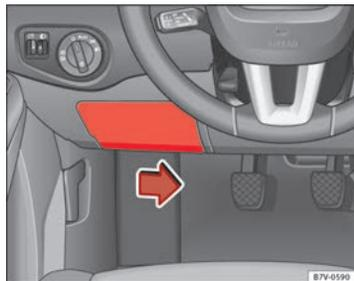

Fig. 201 En el tablero de instrumentos del lado del conductor: tapa de la caja de fusibles.
- Para liberar la tapa desplace hacia la derecha la maneta de accionamiento situada en la parte inferior de la misma ⇒ fig. 201.